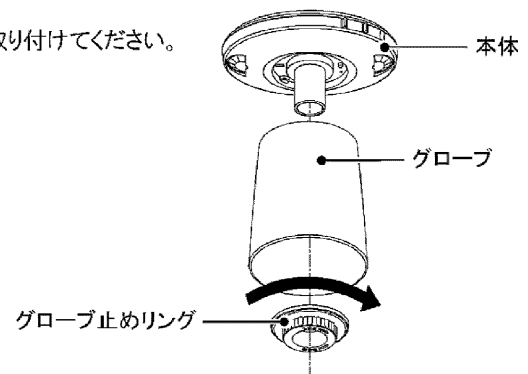

図6
- ⑤ グローブを本体にあわせ、グローブ止めリングを矢印方向に回して確実に取り付けてください。(図6)